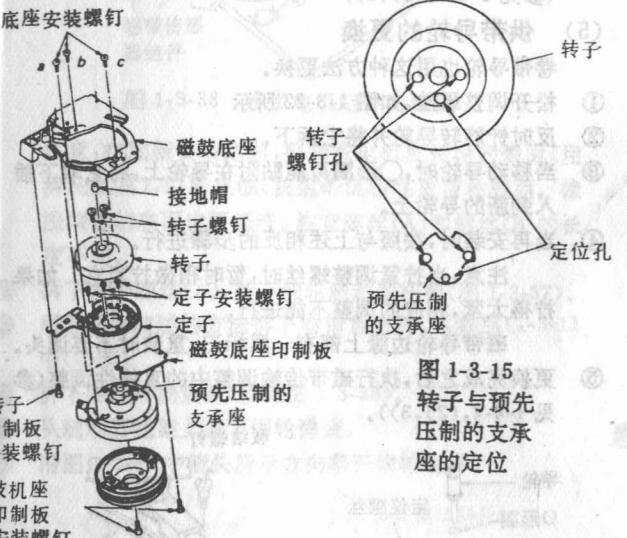

图 1-3-14 鼓电机的更换
参见下面鼓组件<更换>第③项，见图 1-3-14。
- ③ 拆下三个紧固螺钉并拆下磁鼓底座(见图 1-3-14)。
- ④ 拆下接地帽(图 1-3-14)。
- ⑤ 拆下转子螺丝和转子(图 1-3-14)。
- ⑥ 拆下定子紧固螺丝。
⑦ 卸出转子并更换它(转距 1.5~2.5kg-cm)。
⑧ 更换转子(转距 3~4kg-cm)(图 1-3-14)。
⑨ 当安装磁鼓组件时，按照与上述相反的步骤进行。
注意：拧紧底座的紧固螺丝的顺序：首先紧固螺丝 a，然后是 b 和 c 中的任意一个(转矩 3~4kg-cm)(图 1-3-14)。